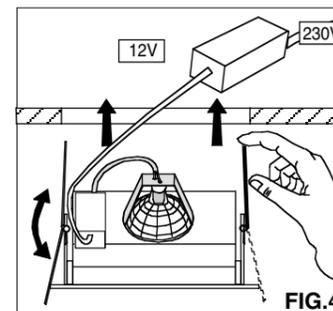
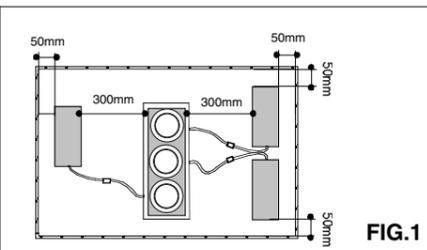
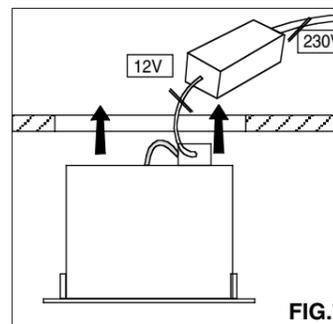

FIG.4
FIG.1
FIG.7
- Inserire il cassonetto nel foro del controsoffitto tenendo le staffe di fissaggio a filo ingombro (FIG.7) appoggiare la cassetta sul controsoffitto rispettando le distanze (FIG.1) Quindi avvitare le staffe fino a finecorsa. (FIG.6B)
- Lift the springs with your hands and insert the housing in the hole in the false ceiling FIG. 4 and place the gear box on the false ceiling, respecting the distances FIG. 1
- Lift the springs of the housing with your hands and insert the housing into the hole in the false ceiling FIG.7 and place the gear box on the false ceiling, respecting the distances FIG. 1
- Soulever les ressorts avec les mains et insérer le caisson dans le trou du faux plafond FIG.4 et appuyer le boîtier sur le faux plafond, en respectant les distances FIG.1.
- Soulevez les ressorts avec les mains et insérez le caisson dans le trou du faux plafond, en respectant les distances FIG. 1.
- Levantar los resortes con las manos y insertar el cajón en el agujero del cielo raso FIG. 4 y apoyar el equipo eléctrico sobre el cielo raso, respetando las distancias FIG. 1.
- Levantar los resortes con las manos y insertar el cajón en el agujero del cielo raso FIG.7 y apoyar el equipo eléctrico sobre el cielo raso, respetando las distancias FIG. 1.
- Die Feder des Kastens mit Ihren Händen aufziehen und den Kasten im Deckenausschnitt einsetzen FIG. 4 und das Vorschalgerät auf der Decke auflegen und dabei die Abständen beobachten FIG. 1
- Die Feder mit Ihren Händen aufziehen und den Kasten im Deckenausschnitt einsetzen FIG.7 und das Vorschalgerät auf der Decke auflegen und dabei die Abständen beobachten FIG. 1.